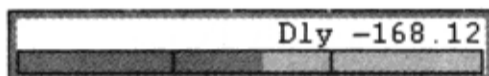

图 4-2-10 开始布线
(3) 单击 R238 显示飞线的引脚，“Options”页面“Net”显示 Ddr\_Strobe0 网络和“Via”区域显示“<20R10VIA>”（Ddr\_Strobe0 网络是 DDR\_DS0 网络的一部分），如图 4-2-9 所示，可以看到在界面底部出现一个条框，显示了当前网络的 Delay 约束情况，如图 4-2-10 所示。